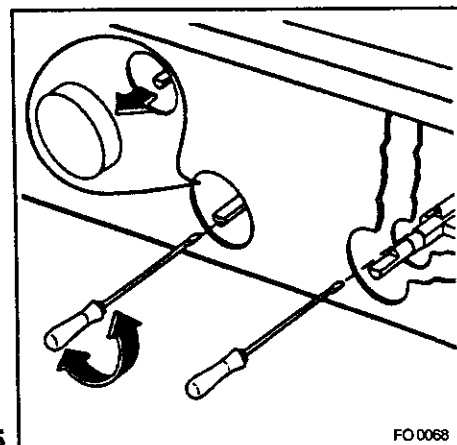

Рис. 15
- 2) снимите рукоятку регулятора (рис. 15);